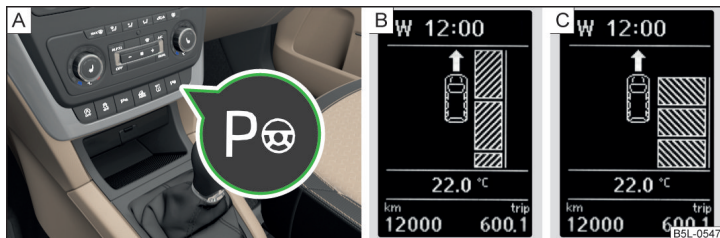

Fig. 140 Tasta sistem / Afișajul ecranului
- Procesul de parcare se poate întrerupe oricând prin apăsarea tastei simbol  » *fig. 140 la pagina 141* sau prin intervenția directă a șoferului asupra volanului.
Sistemul se poate activa sau dezactiva apăsând pe tasta simbol  » *fig. 140 la pagina 141* - .
- Apăsăți o dată tasta simbol **P** » fig. 140 - **A**.
Pe afișaj se afișează următoarele » fig. 140 - **B**.
- Apăsăți de două ori tasta simbol **P** » fig. 140 - **A**.
Pe afișaj se afișează următoarele » fig. 140 - **C**.
- ▶ Apăsăți **o dată** tasta simbol  » fig. 140 la pagina 141.